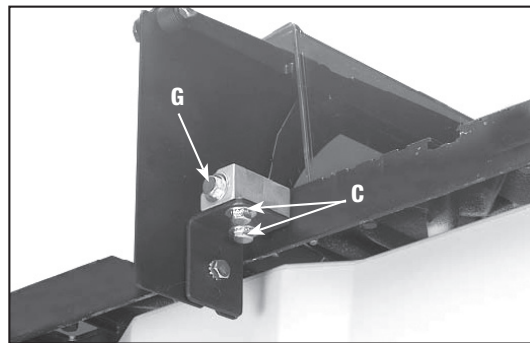

Fig. 17
9. Una vez que el separador está alineado correctamente con la hoja de la sierra, ajuste los tornillos (C) y (G), Fig. 17.